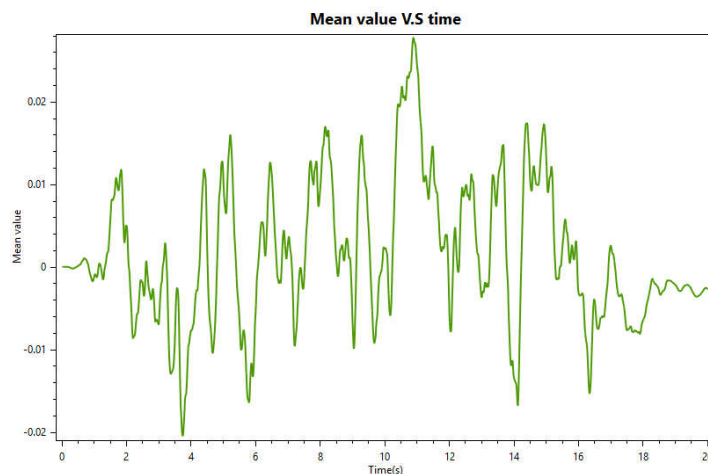

图 2.11 均值
- (1)数字特征可视化: 在菜单块 Numerical Props 下, 点击 Mean Value 按钮即可显示均值结果, 点击 Stand Deviation 则显示标准差结果, 二者如图 2.11 和 2.12 所示, 用户若需修改标题和坐标则点击 Opts 按钮弹出对话框进行相应的修改即可。